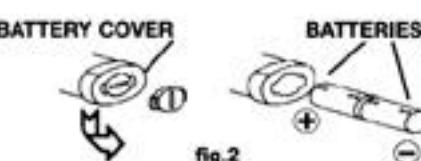

fig.2
5. In allen zu untersuchenden Bereichen die Sonde nicht schneller als 25 bis 50 mm/s (1-2 in./sec) durch den Testbereich bewegen und nicht weiter als 5 mm (1/4 in.) von der Oberfläche weghalten. Ein langsameres und näheres Abtasten erhöht die Chancen, daß ein Leck erkannt wird (siehe Abb. 2 s.6). Jedes beschleunigtes Ticken weist auf ein Leck hin.
5. At each area checked, the probe should be moved around the location, at a rate no more than 25 to 50 mm/second (1-2 in/second), and no more than 5 mm (1/4 in) from the surface, completely around the position. Slower and closer movement of the probe greatly improves the likelihood of finding a leak (see Fig. 2, below). Any increase in beep rate is indicative of a leak.